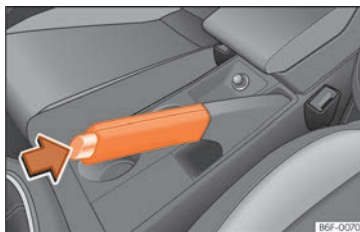

Abb. 219 Handbremse zwischen den Vordersitzen.
- Ziehen Sie den Hebel der Handbremse fest nach oben »» **Abb. 219**.
- Ziehen Sie den Hebel etwas nach oben, drücken Sie die Entriegelungstaste in Pfeilrichtung »» **Abb. 219** und führen Sie den Handbremshebel ganz nach unten »» ⚠.